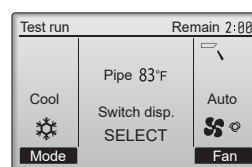

Fig. 7-5
- (1) Appuyez sur le bouton [F1] pour changer de mode de fonctionnement dans l'ordre "Cool" (Froid) et "Heat" (Chaud). (Fig. 7-5)